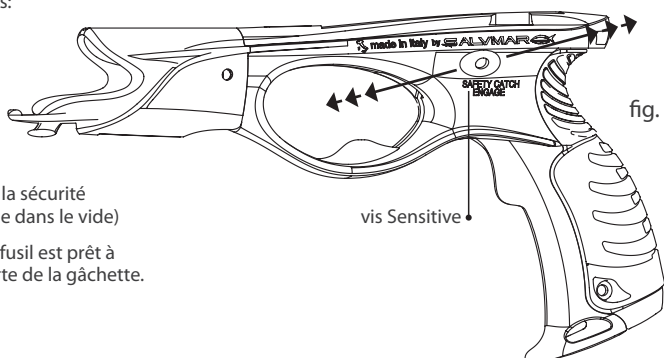

fig. 4.1c
- Insérer la sécurité en déplaçant le cran spécifique vers la droite (fig. 4.1c) et s'assurer que la détente soit bloquée dans sa course.